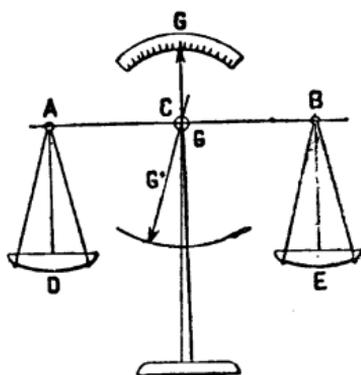

Fig. 48.
**BALANCE A FLÉAU ORDINAIRE** (fig. 48). — Elle se compose d'une barre rigide AB tournant autour